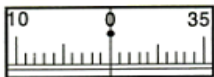

図 4.3
- 2) 測点 A で、分度目盛窓を見ながら分度回転リングをまわし、目盛を 0 に合わせます（図 4.3 の通り、観測開始点を  $0^{\circ}$  とします）。